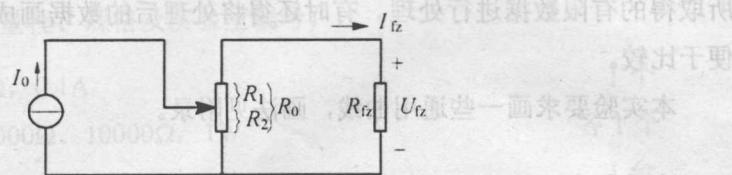

图 1.3
(2) 如果电源是电流源, 则常用图 1.3 的接法。图中 I_0 是电流源的电流值。由图